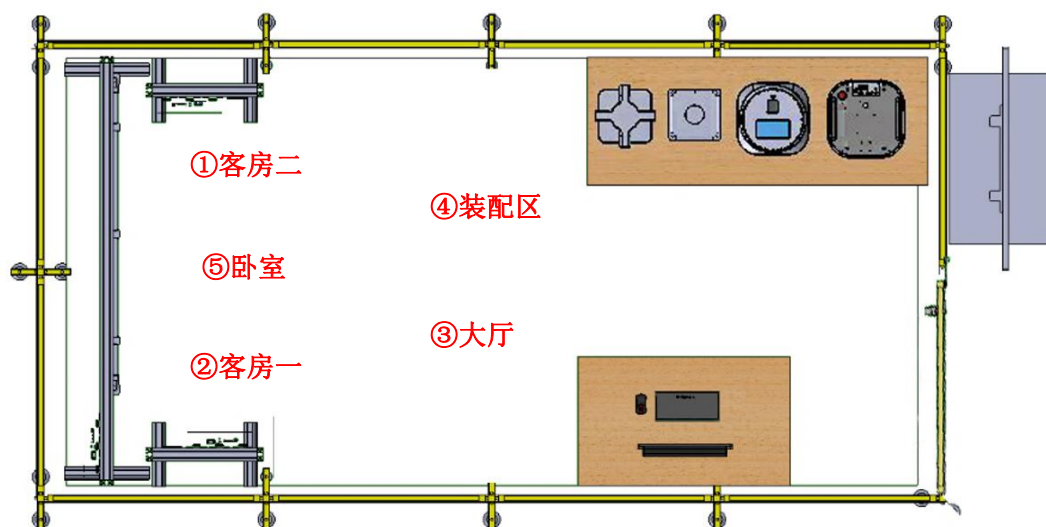

图 3 综合联调目标点图
1. 图 3 为综合联调目标点图。按下图标注联调目标点位
- ①机器人接收到订单指令后，选手模拟前台服务员通过人脸识别打开货舱；
- ②选手把货物投递到货舱后，服务机器人自主导航到配送目标点（客房二）；
- ③抵达目标点（客房二）时，通过物联网控制客房二门铃响；
- ④用户通过刷对应房间的房卡，开启服务机器人货舱门；
- ⑤用户从货舱取出货物并关闭货舱。
- ⑥机器人自主导航返回装配区，完成第一个物资配送任务。
⑦服务机器人配送过程中能语音播报作业情况。音频文件已存放于导航功能包中的规范目录下。机器人前往配送目的地前语音提示开始；到达目的地语音提醒取包裹；配送作业完成语音提示，配送方法介绍。
⑧将①到⑦描述中所有“客房二”替换为“客房一”。重复替换后①到⑦的流程，完成客房一的货物配送。